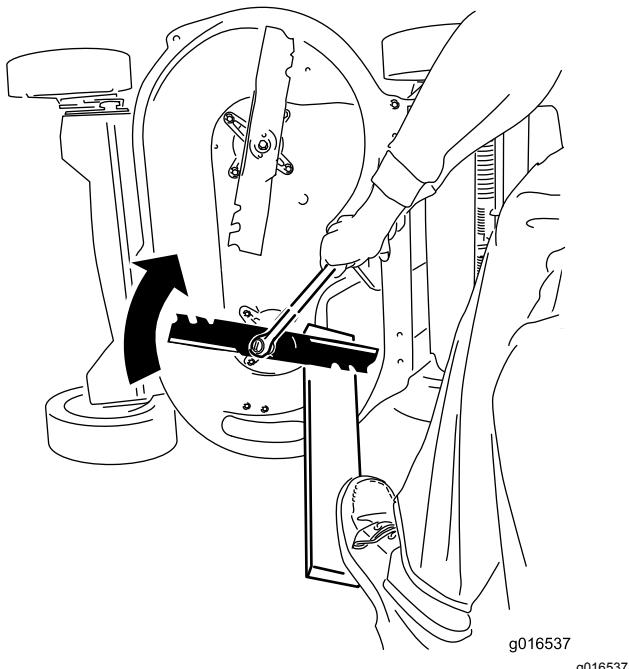

Figura 46
- Apoye cada cuchilla en un trozo de madera, y gire el perno de la cuchilla en el sentido de las agujas del reloj con una llave dinamométrica, según se muestra en Figura 46; apriete el perno de la cuchilla a 82 N·m (60 pies-libra).